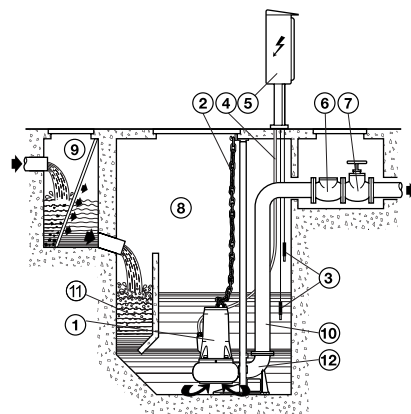

Fig. 6
- Fast installation med elpumpen placerad på stödfoten som är fäst vid brunnsens eller tankens botten (fig. 6).
5.2.2 FAST INSTALLATION MED AUTOMATISK FASTHAKNING PÅ STÖDFOTEN (fig. 6)
Elpumpar utan automatisk brytare med inbyggd flottör kräver installation av ett kontrollsystem med sonder (fig. 6) eller med flottör eller annan utrustning som säkerställer min. vätskenivå och skyddar elpumpen mot torkkörning.